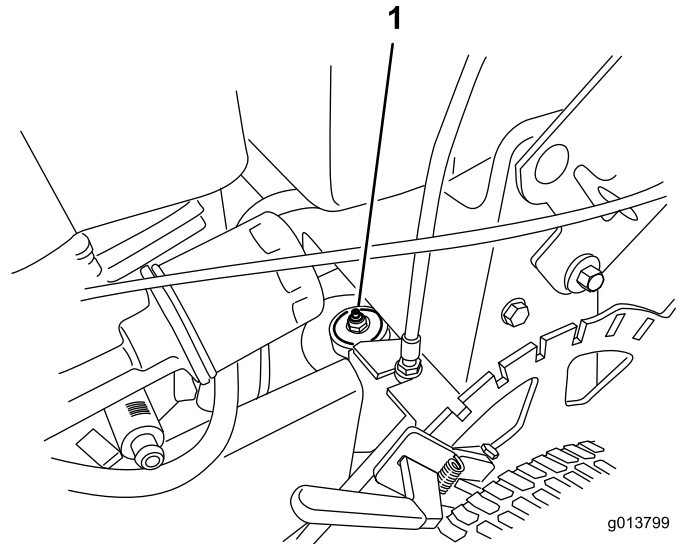

Bild 20
1. Setzen Sie eine Fettpresse von der Unterseite des Kraftstofftanks auf das Anschlussstück (Bild 20).